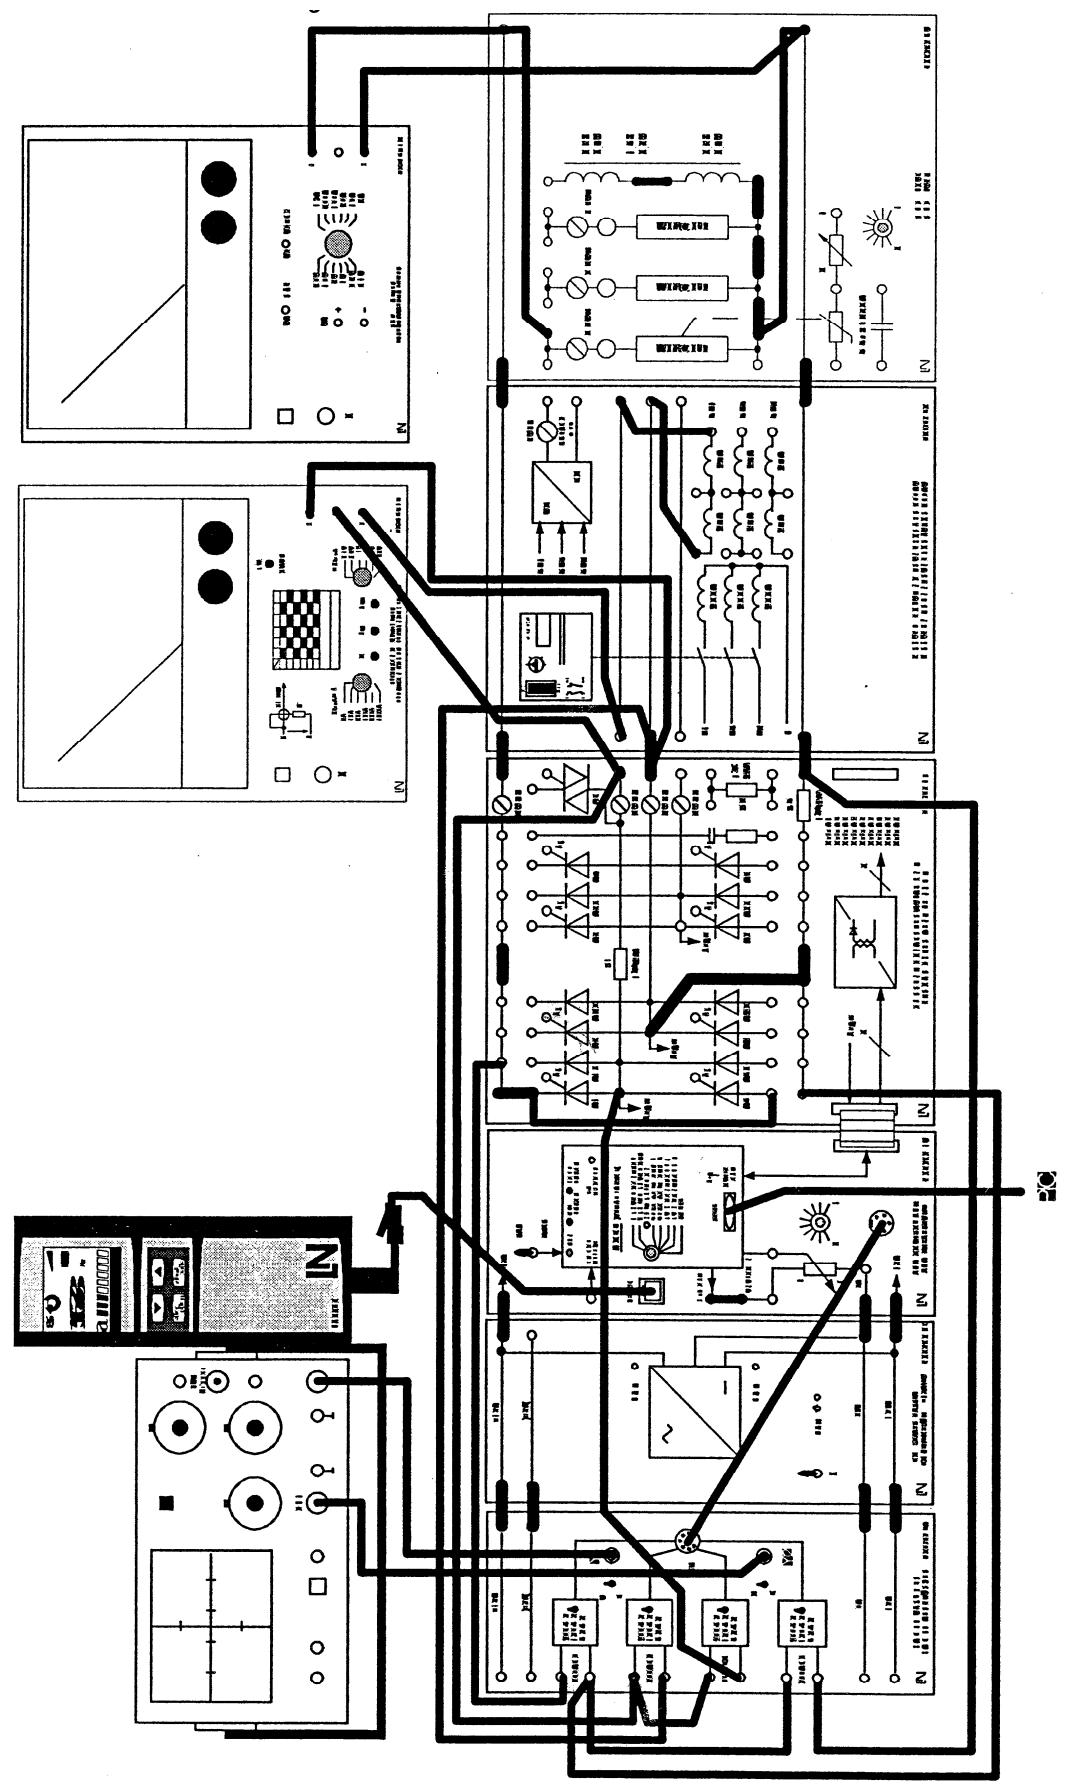

Fig VI.4: Schéma de connexions d'un Gradateur monophasé
- Réalisez le circuit électrique suivant le présent schéma des connexions comme indiqué dans la figure VI.4.